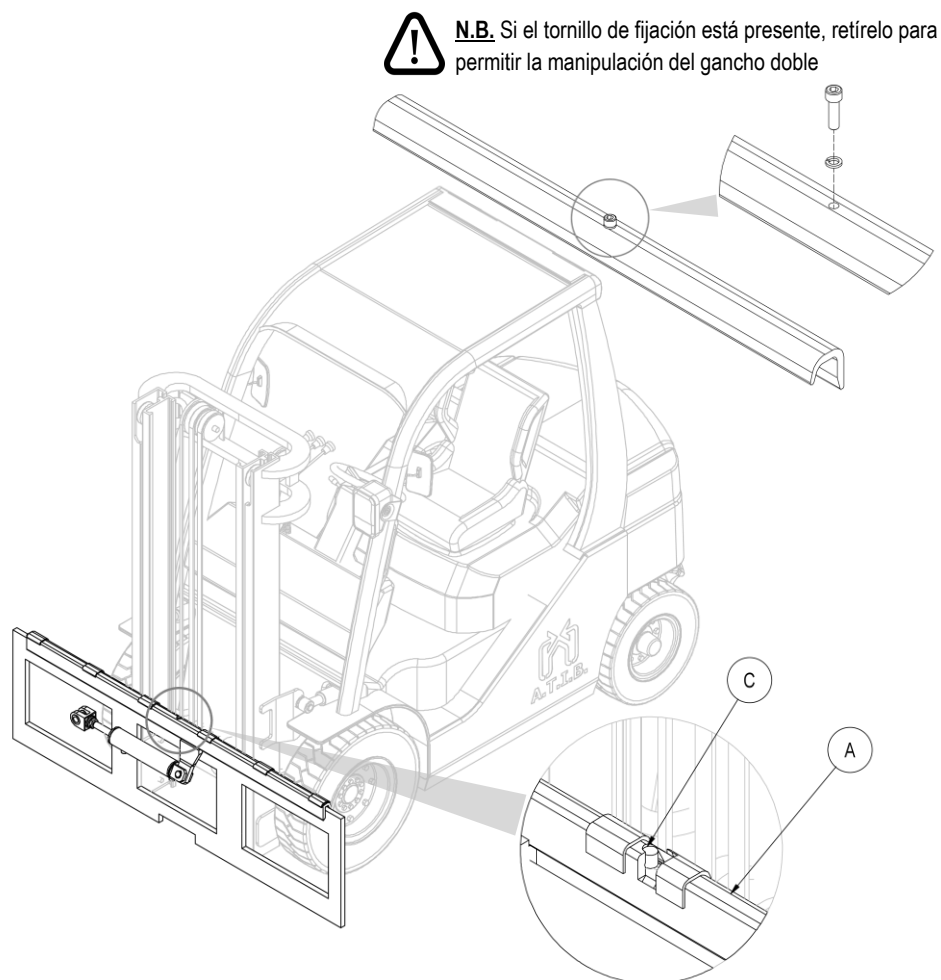

Figura 3
5. Tomar manualmente el doble gancho A (con el correspondiente cilindro) y posicionarlo sobre el perfil superior de la placa porta horquillas, cuidando de encajar el pivote de centrado C en la muesca central del mismo (mira *Figura 3*).